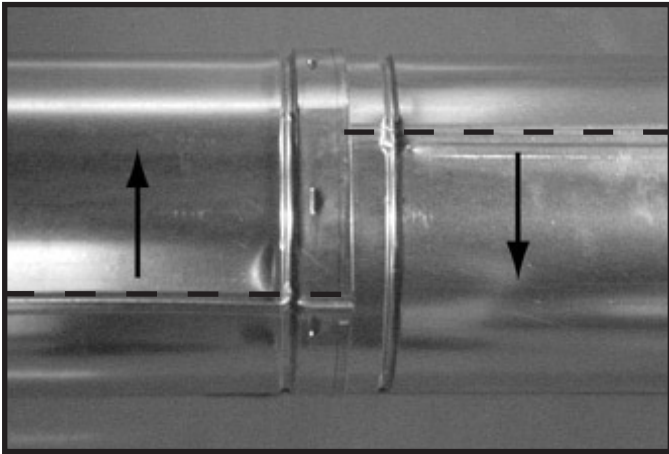

Figure 7.9 Faire pivoter les joints d'assemblage pour démonter
- Faites pivoter l'une des sections (figure 7.9), de façon à ce que les joints d'assemblage des deux sections de conduit soient alignés, comme il est indiqué à la figure 7.10.